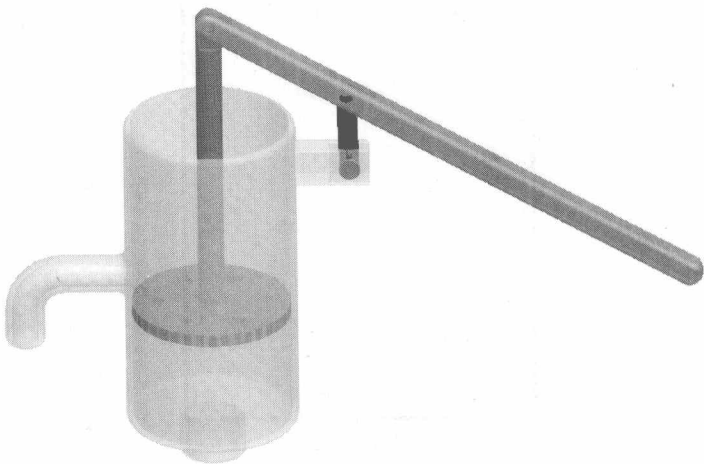

图 1-17
3. 上下拖动“N1_99_4.prt”，观察整个机构运行情况，如图 1-17 所示。单击  按钮，退出【拖动】对话框。